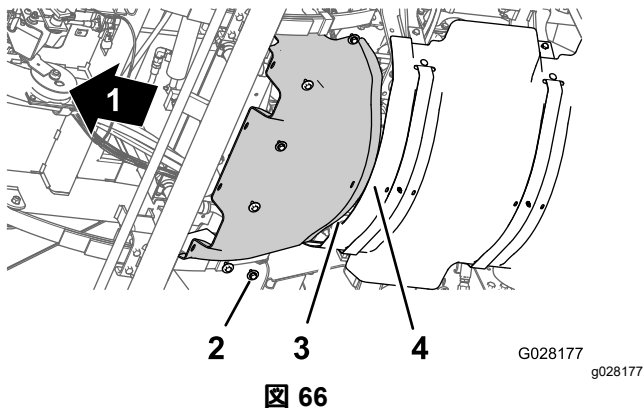

図 66
1. 前側防熱シールドの後部フランジを後防熱シールドの前側フランジに合わせる 図 66。
2. 前側防熱シールドの穴を、シャーシのねじ穴に合わせる 図 66。
3. 前側防熱シールドを機体に固定するソケットボルト6本とワッシャ6枚 図 66 ステップ 前側防熱シールドを取り外す (ページ 49), 3で外したものを使用する。